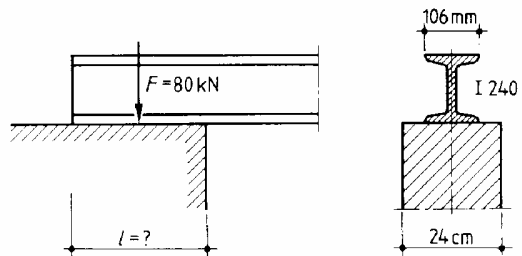

Bild 3.88 Mauerwerksauflager
25. Wie lang muss das Auflager in Bild 3.88 für den Stahlträger I 240 auf dem Mauerwerk werden? Das Mauerwerk besteht aus DIN 105-MZ12-1,6-3DF, Mörtelgruppe III. Der Stahlträger überträgt eine Last von 80 kN.